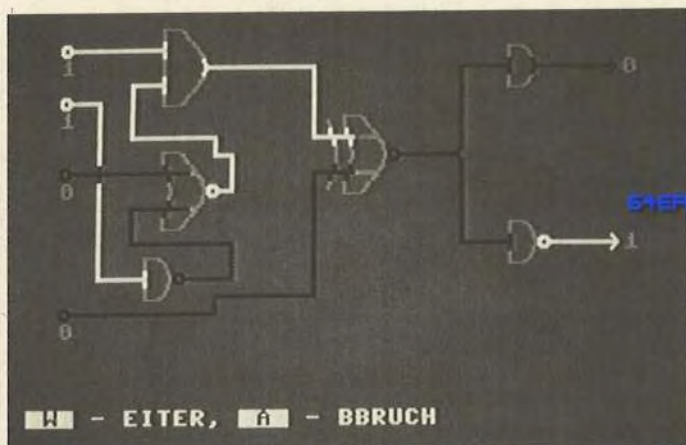

Bild 5. Eine Schaltung im Testmodus. Deutlich sind die logischen Zustände anhand der Farben zu erkennen
Eingänge, können Sie mit <+> den nächsten Eingang anwählen, und dessen Zustand einstellen. Nach dem letzten Eingang wird die Marke wieder auf den ersten gesetzt. Beenden können Sie diesen Eingabemodus durch Druck auf <RUN/STOP>. Wenn Sie einen Eingang bei der Eingabe »übersprungen« haben, ihm also kein Potential zugeordnet haben, wird der Wert dieses Einganges willkürlich ausgewählt. Während der Zufallsgenerator läuft, blinken zirke eine Sekunde lang am Eingang die Zahlen »0« und »1« in kurzen Abständen auf, um dann bei einem »erwürfelten« Wert stehenzubleiben. Auf diese Weise werden der Reihe nach alle Eingänge durchgegangen. Die Leitung, die von einem Eingang ausgeht, wird dem Potential entsprechend entweder weiß (1) oder schwarz (0) gefärbt (Bild 5). Kommt der »Strom« bei einem Gatter an, das nur einen Eingang hat (Puffer oder Inverter), wird das Potential »angepaßt«, und hinter dem Gatter geht es weiter. Kommt er dagegen bei einem Gatter mit zwei Eingängen an, dessen anderer Eingang noch nicht definiert ist, stoppt der Test hier, da eine Aussage noch nicht möglich ist. Der nächste Eingang wird behandelt.